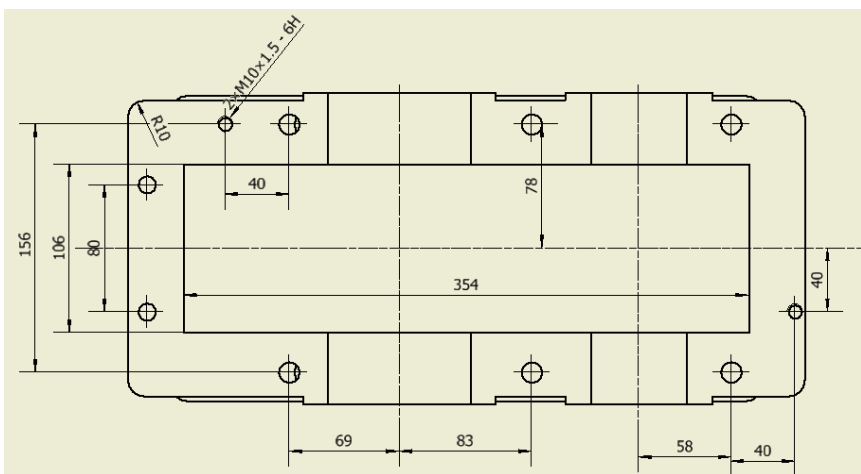

图 12-36 完整标注尺寸的俯视图
③在俯视图中,可以对各种可见孔的位置和大小进行标注,同时还可以对箱体空腔尺寸进行标注,完整标注尺寸的俯视图如图 12-36 所示。